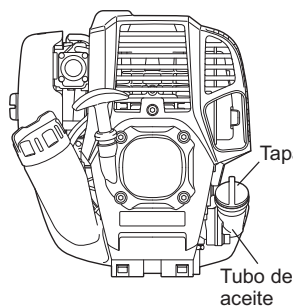
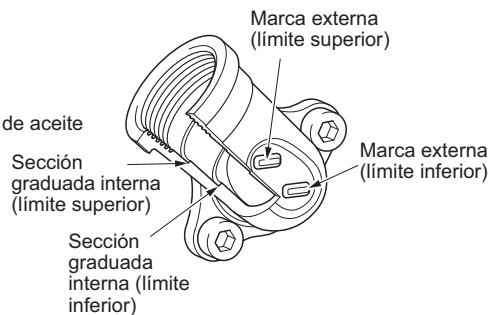

Fig. 1
Fig. 2 Tubo de aceite
- Coloque el motor en una posición nivelada, retire la tapa de aceite (Fig. 1) y compruebe si hay aceite en el intervalo entre las marcas de límite superior e inferior del tubo de aceite (Fig. 2).